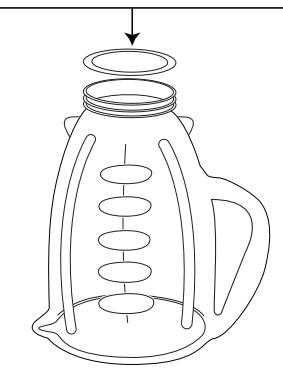

FIGURE 2
- Placez le joint d'étanchéité sur l'ouverture du récipient. (Figure 2)